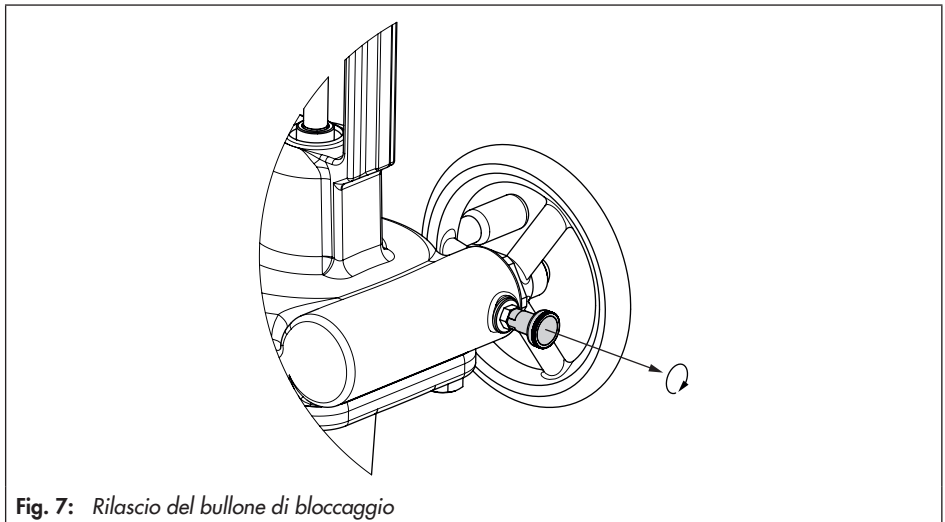

Fig. 7: Rilascio del bullone di bloccaggio
tirando il bullone di blocco e ruotandolo di 90° (vedere Fig. 7).
- Bloccare il volantino, ruotando il bullone di blocco di almeno 90° finché non si innesti nuovamente (vedere Fig. 7).
- Tirare il bullone di bloccaggio e ruotarlo di 90° per sbloccare il volantino (vedere Fig. 7).
- Per bloccare il volantino, ruotare il bullone di bloccaggio di almeno 90° fino a che si innesta di nuovo (vedere Fig. 7).